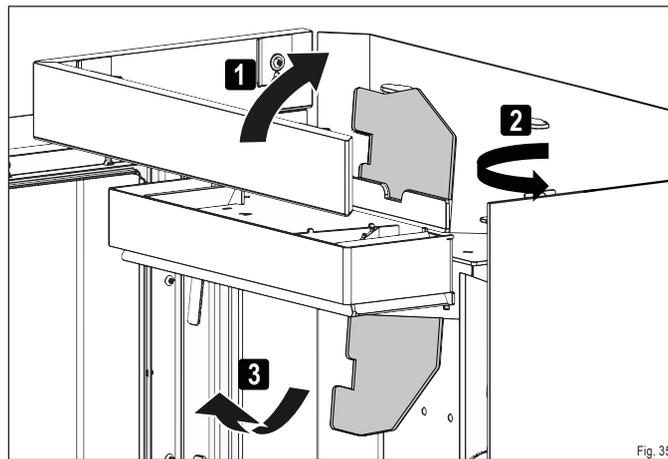

Fig. 35
- ▶ Sortez le déflecteur acier supérieur par le foyer (Fig. 35).